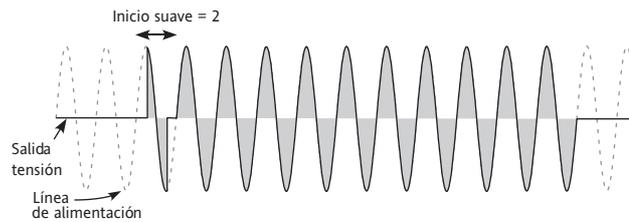

Figura 6.12c Ejemplo de inicio suave
- Inicio suave Solo para encendido por ráfagas, se refiere a la duración del inicio suave en medios ciclos de tensión de alimentación que aplica una rampa del ángulo de fase al inicio de cada periodo de activación. (Figura 6.12c)